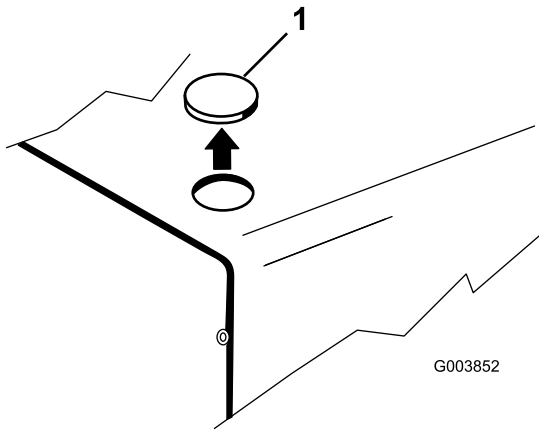

Figura 3
1. Retire el tapón del taladro de la esquina izquierda delantera del capó (Figura 3).